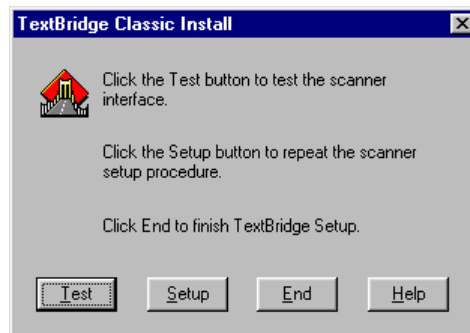

Figura 8: Completar instalación
13. Seleccione la opción 'Trust Easy Scan 19200 / 32' de la lista y haga clic en 'Select' (seleccionar). Aparece una ventana como la mostrada en la figura 8.